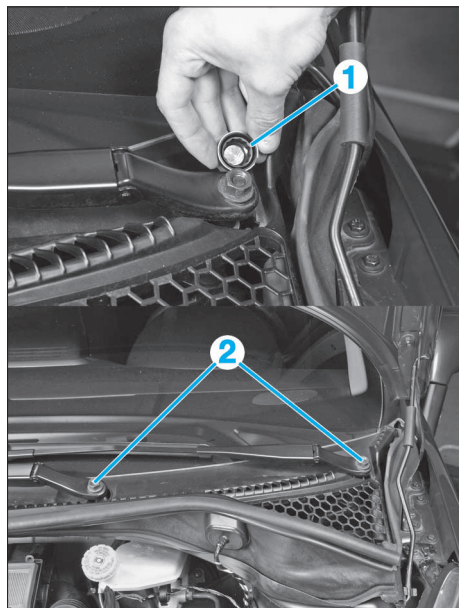

FIG. 13
- Déposer les capuchons (1) et les écrous (2) (Fig.13).